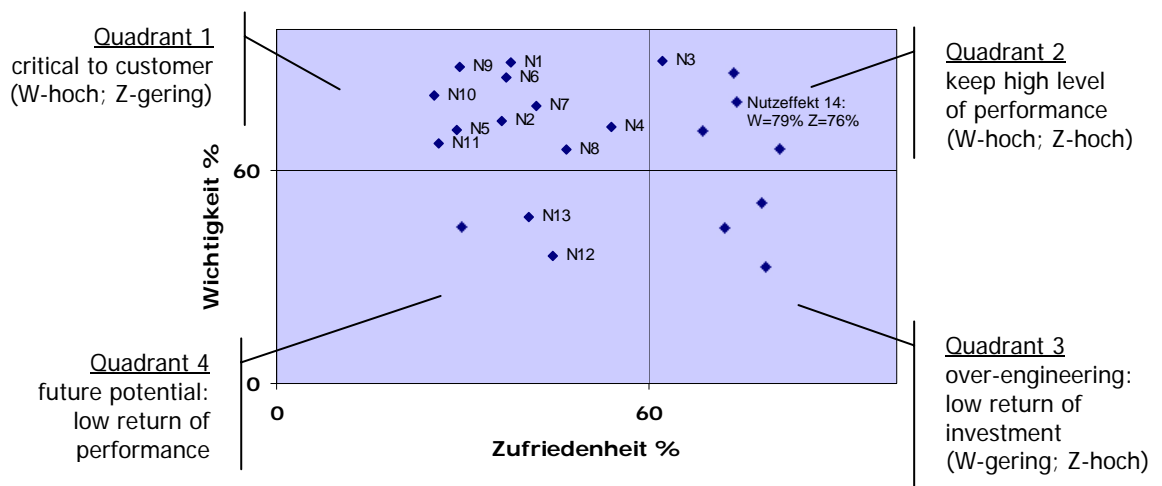

Bild 2: Beispiel einer Handlungsbedarf-Analyse (qualitativ)
Im Quadrant 1 (siehe Bild 2) befinden sich die Kunden-Nutzeffekte mit hoher Wichtigkeit (W) und geringer Zufriedenheit (Z). Für diese Nutzeffekte ist in der Zukunft die größte Kundennachfrage zu erwarten. Erfassung derartiger Kundenanforderungen gehört zum strategischen Roadmapping-Ziel.